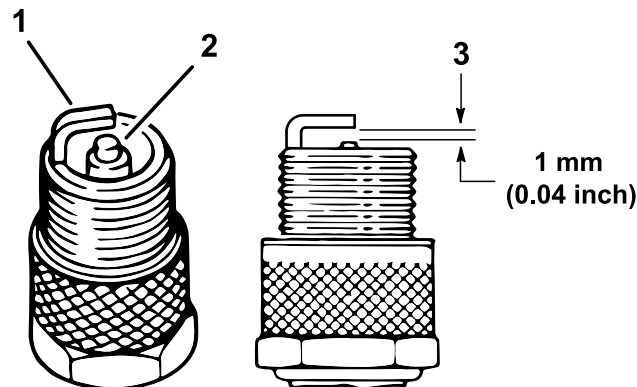

Figura 35
4. Compruebe el estado del electrodo lateral, el electrodo central y el aislamiento del electrodo central para verificar que no están dañados (Figura 35).
5. Ajuste la distancia entre los electrodos central y lateral a 1 mm (0.04"), como se muestra en la Figura 35.